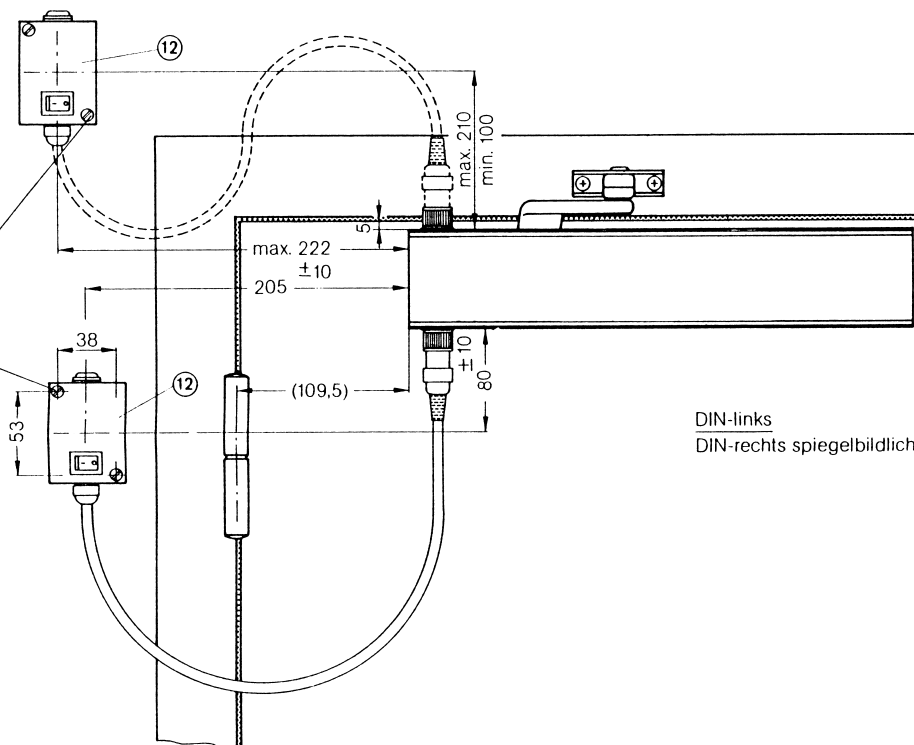

Abb. 1
Der EMF wird an Steuerspannung 24 V DC \pm 15% angeschlossen. Die bauseitige Stromzuführung kann auf oder unter Putz erfolgen. Um Beschädigungen durch den Schließkörper zu vermeiden, ist der Befestigungspunkt für die Verteilerdose $\textcircled{12}$ innerhalb der angegebenen Maße in Abb. 1 festzulegen. Eine Türöffnung bis 180° ist nur bei einer Türdrehpunktausladung von mind. 26 mm bzw. einer entsprechenden Wandaussparung für den Schließkörper möglich.
- Verteilerdose $\textcircled{12}$ im festgelegten Maßbereich (siehe Abb. 1) befestigen.
- Kabelenden des bauseitigen Stromzuführungskabels $\textcircled{13}$ durch rückwärtige Öffnung der Verteilerdose $\textcircled{12}$ ziehen und Verteilerdose $\textcircled{12}$ im festgelegten Maßbereich (siehe Abb. 1) befestigen.